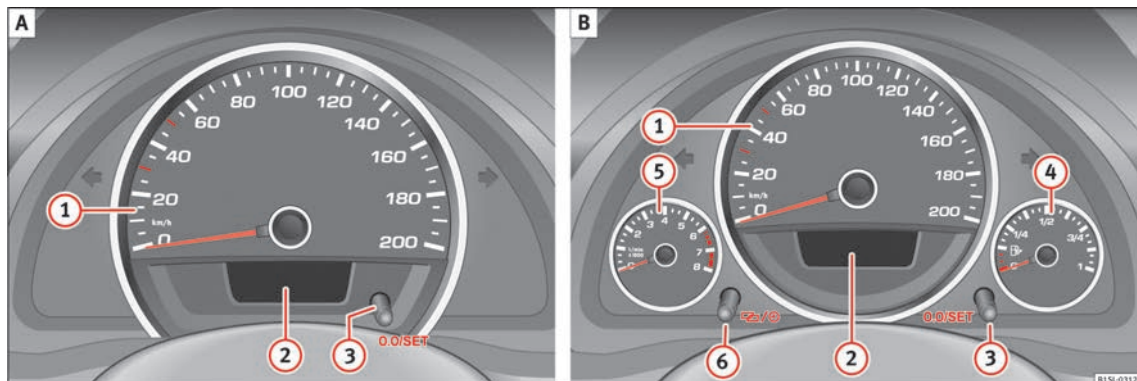

Fig. 95 Quadro strumenti, nella plancia: variante 1 (A) e variante 2 (B).
Spiegazioni sugli strumenti » » fig. 95:
Nel display del quadro strumenti **» fig. 95 ②** sono visualizzate informazioni diverse a seconda dell'allestimento del veicolo:
L'indicazione dell'ispezione compare sul display del quadro strumenti »» **fig. 95 ②**.